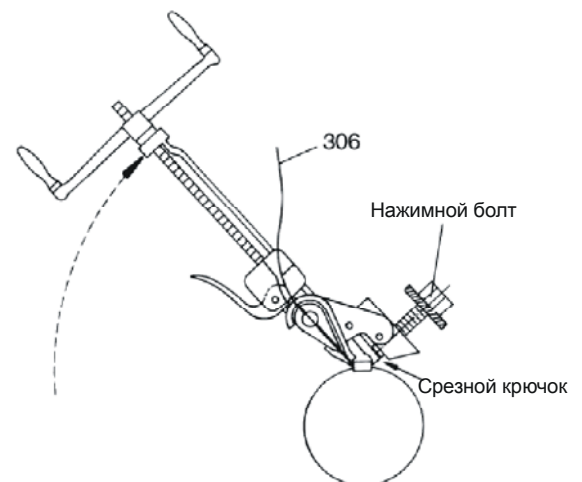

Рис. 11: Обрезка хомута шарнира
- Убедиться в том, что хомут (306) по всей окружности манжеты (308) прилегает к канавке манжеты.
- Медленно поворачивать натяжной инструмент на 60° вверх, пока срезной крючок не окажется позади замка хомута (см. рис. 11).